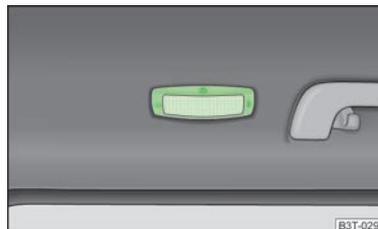

Fig. 42
- Pressione a tampa de vidro na zona do símbolo  » Fig. 42.